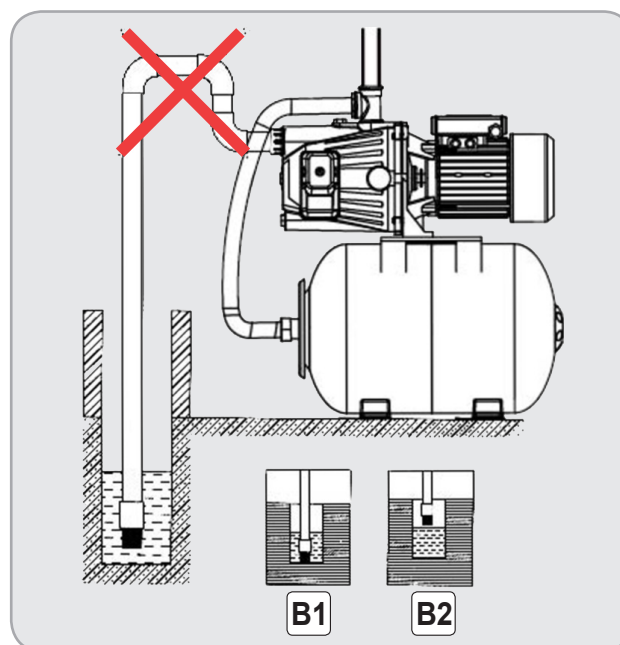

Fig.10
- **Incorectă** - vezi Fig.10.
Sorbul de admisie (10) trebuie amplasat vertical și la 30 cm de fundul apei pentru a evita aspirarea de impurități, nisipuri sau pietre (Fig.10 B1).
Dacă hidroforul preia apa din puțuri sau bazine, trebuie să controlați scăderea nivelului apei în timpul funcționării. Dacă sorbul de admisie ajunge deasupra suprafeței apei (Fig.10 B2), hidroforul va funcționa în gol și trebuie oprit.